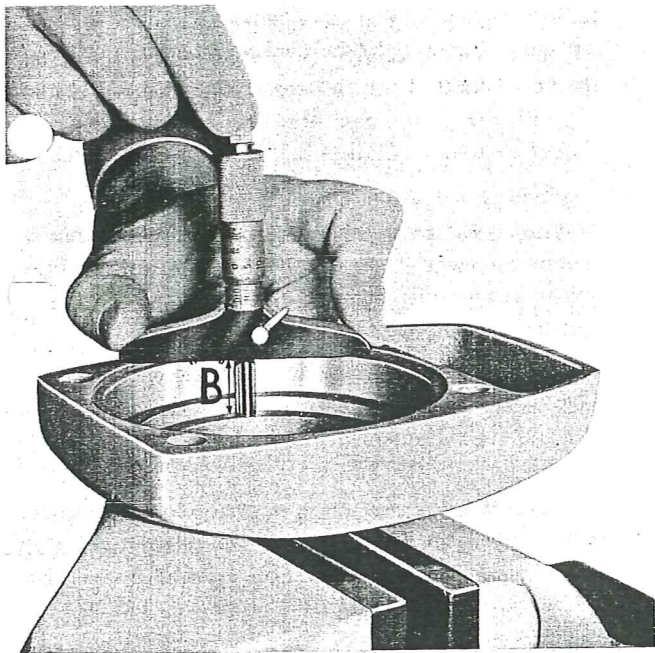

Fig 10
1. Bestäm måttet "B" i locket (2), se fig. 10.